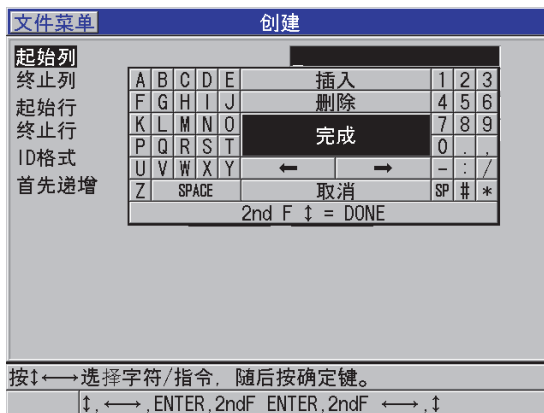

图 11-10 为 2D 栅格数据文件类型配置 ID 范围
3. 在**创建**屏幕的第二页中 (参见第 180 页的图 11-10):